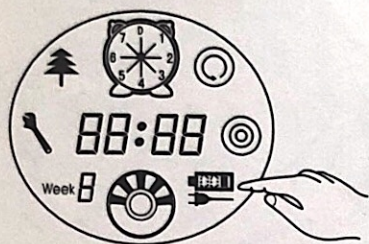

图4
(见图4、图5、图6)
3. 将风机组件翻转，扳开两个扣件，打开风机盒盖。（见图4、图5）
4. 弹出风机组件、取出过滤网。灰尘盒及吸尘室可以用水清洗。(见图4)